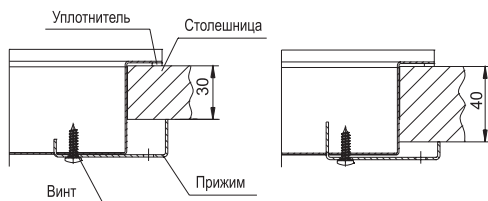

рис. 2
- Установить по краям выреза уплотнительный материал, как показано на рис.2, для чего, постепенно удаляя защитную пленку с нижней поверхности уплотнителя и слегка прижимая его к столешнице, обойти вырез по контуру.
- Установить прижимы согласно рис. 2, закрепив их винтами.